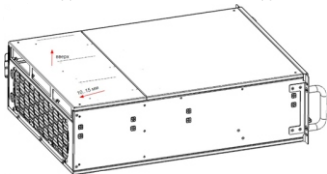

Рисунок 17 – Снятие нижней задней крышки
– сдвиньте на 10–15 мм назад и снимите нижнюю заднюю крышку (рисунок 17);